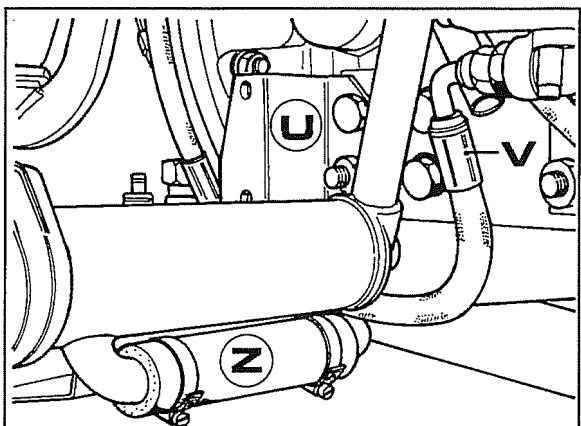

Fig. 13
11. Retirar o suporte estrados **U** fig. 13 e o outro correspondente do outro lado.
12. Desligar o tubo **V** fig. 13 de ida do óleo da bomba à válvula prioritária.
13. Colocar um recipiente para recolher o óleo debaixo do manguito **Z** fig. 13, e a seguir retirá-lo prestando atenção e colocar uma tampa para bloquear a saída do óleo, ou deixar sair todo o óleo para o substituir.